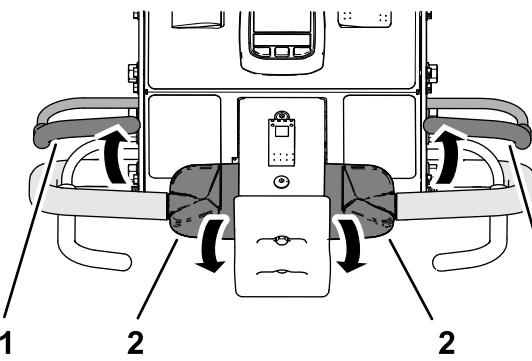

Bild 34
3. Halten Sie die Fahrantrebshebel und lassen Sie den Schaltbügel los (Bild 34).